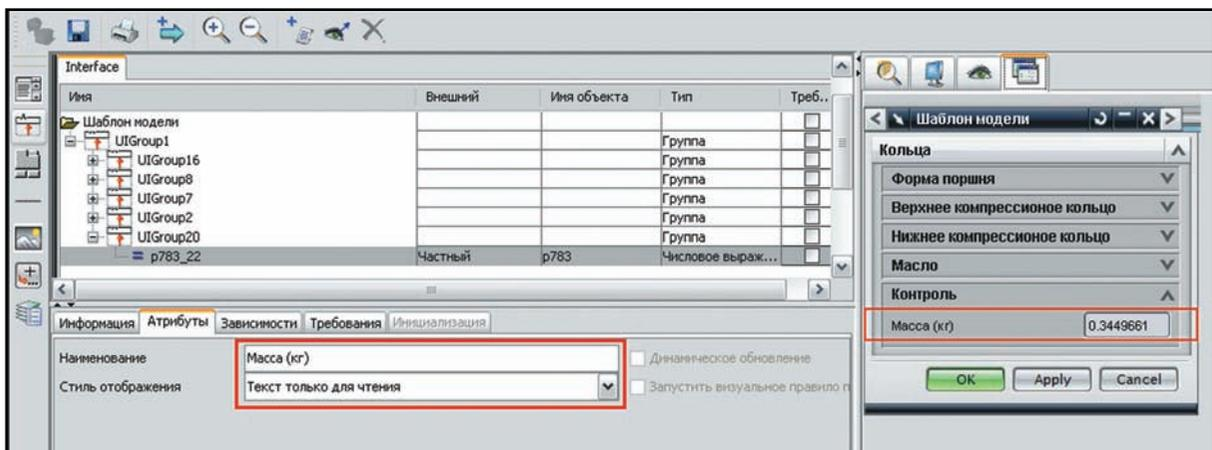

Рисунок 10.25 Задание свойств контрольного параметра
- Выделите в левом верхнем окне параметр массы и на вкладке **Атрибуты** дайте название элементу интерфейса, а также задайте **Стиль отображения** как **Текст только для чтения** (рис. 10.25).